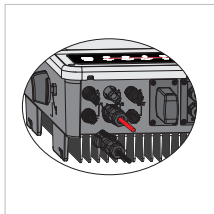

Abb. 34
- **PV-Eingangsanschluss:** Stellen Sie sicher, dass die Polarität (+/-) zwischen EH-Wechselrichter und PV-Modulen nicht umgekehrt ist (siehe Abb. 34).